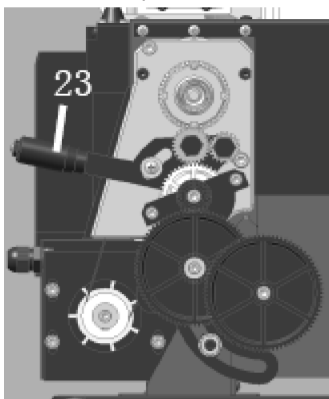

Рис. 1
Зубчатый механизм, показанный на Рис. 1, передаёт вращение винту подачи. Винт подачи работает, как червяк, и во время эксплуатации рукоятки автоподачи (12), которая крепится гайкой к винту подачи, передаёт вращение суппорту, а затем режущему инструменту. Таким образом, подача передаётся для нарезания резьбы и обточки. Частота вращения винта подачи и скорость режущего инструмента определяется конфигурацией коробки передач. Подробно Вы можете почитать об этом в разделе «Резьбонарезание».